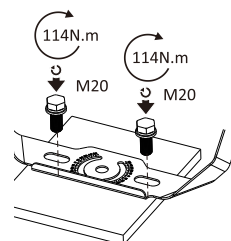

Fig. 4
3. Fixez l'étrier à la surface de montage à l'aide du matériel nécessaire (non fourni), voir Fig. 4 pour les détails. Deux points de fixation sont recommandés.